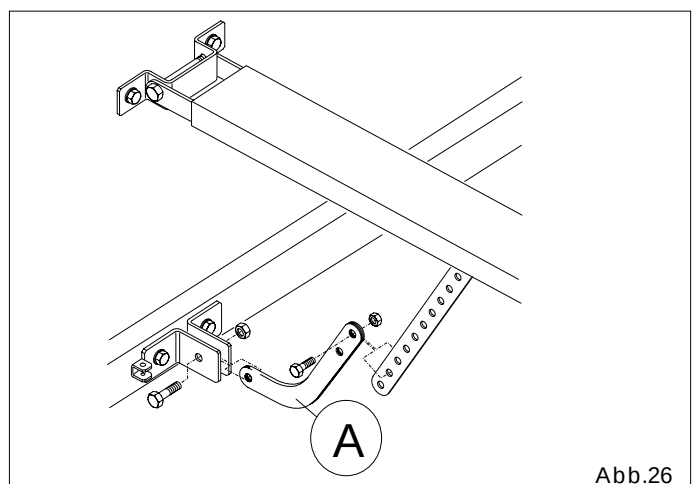

Abb.26
6.25 Bei Sektionstoren ist im Bedarfsfall der Arm laut Abb. 26 Bez.A an der Aufhängung zu montieren und ab Punkt 6.18 fortzufahren.